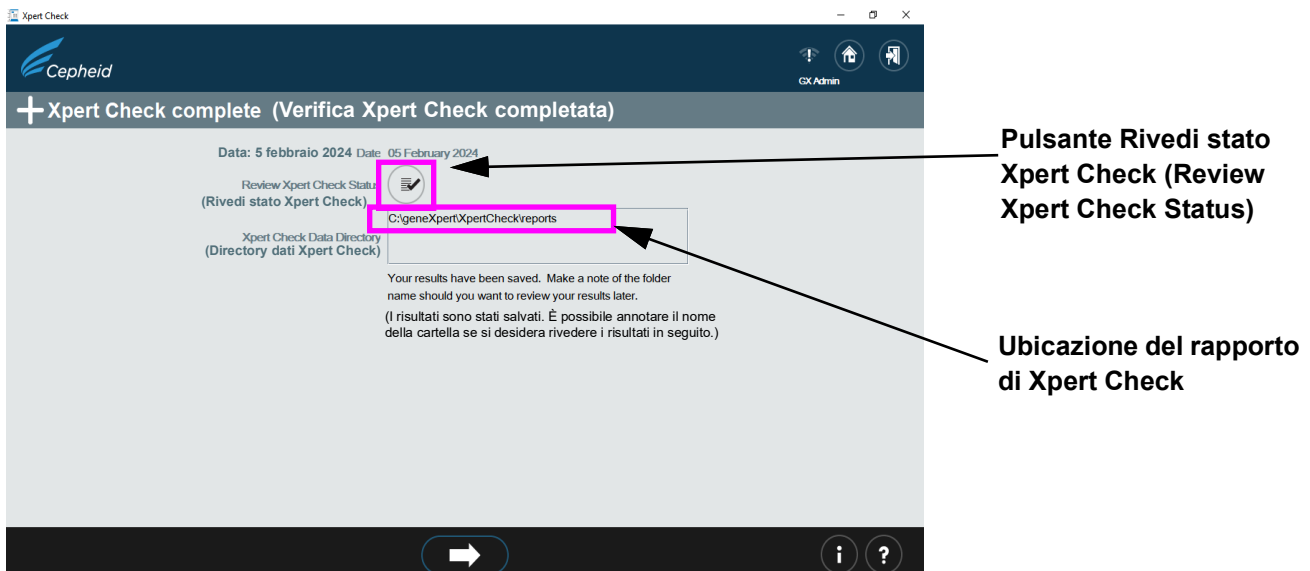

Figura 2-45. Schermata Verifica Xpert Check completata
- H. Dopo aver applicato il codice Xpert Check, appare la schermata Verifica Xpert Check completata (Xpert Check complete) con l'ubicazione del rapporto di Xpert Check nel campo **Directory dati Xpert Check (Xpert Check Data Directory)**. Annotare il percorso e l'ubicazione del file del rapporto di Xpert Check, come mostrato qui sotto. Vedere la Figura 2-45.
- I. Toccare o fare clic sul pulsante **Rivedi stato Xpert Check (Review Xpert Check Status)** (vedere la Figura 2-45).